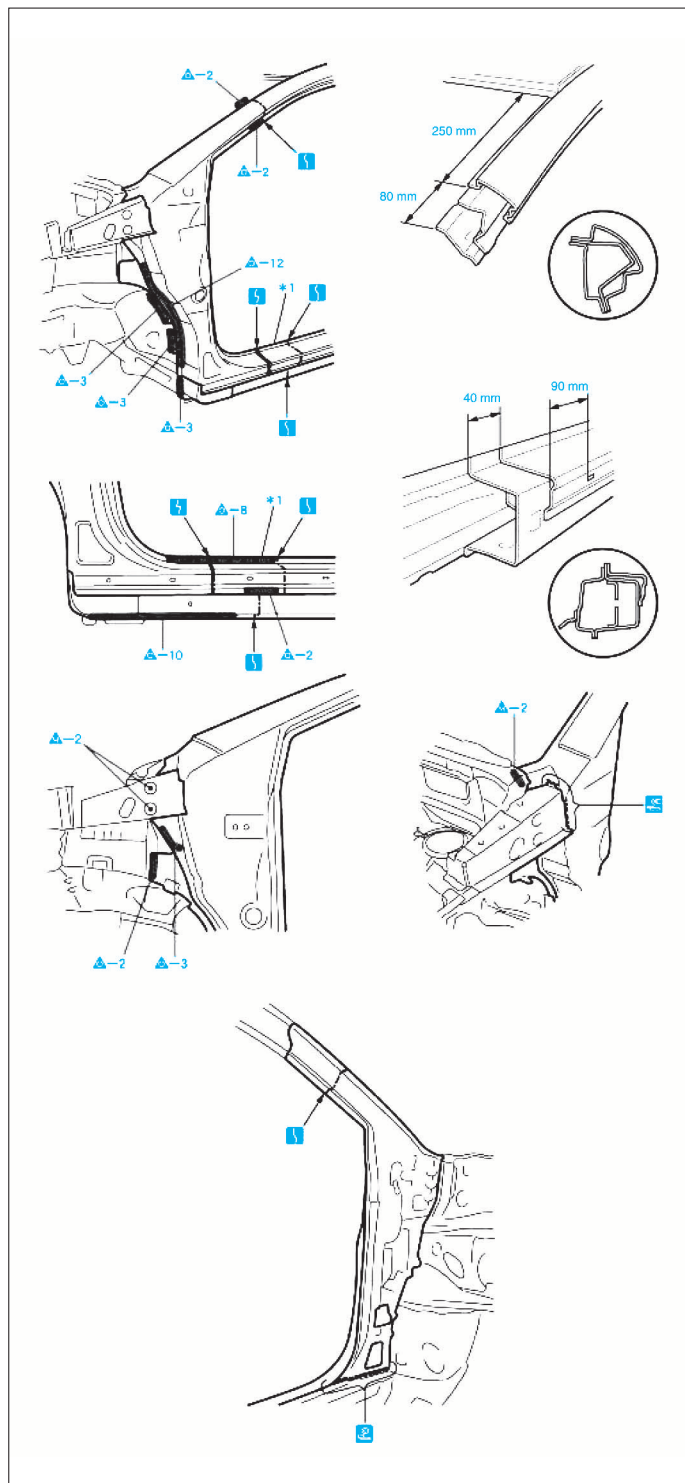

FIG. 17
- Couper le pied AV aux endroits indiqués tout en respectant les distances de coupe (Fig.17).